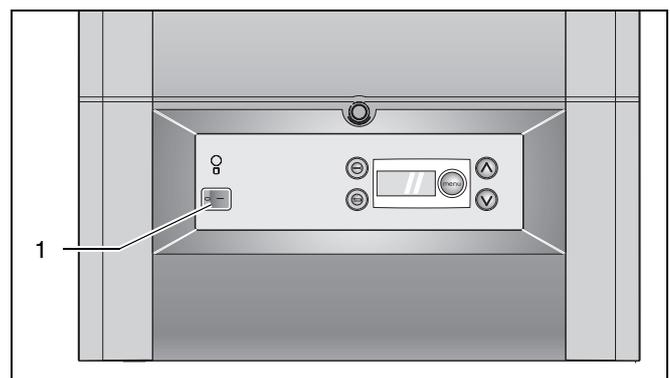

Fig. 19 Interrupteur principal du tableau de commande
- Mettre l'appareil en marche en plaçant l'interrupteur principal en position "1" (fig. 19, pos. 1).
- Mettre l'installation hors tension en plaçant l'interrupteur principal en position "0" (fig. 19, pos. 1).